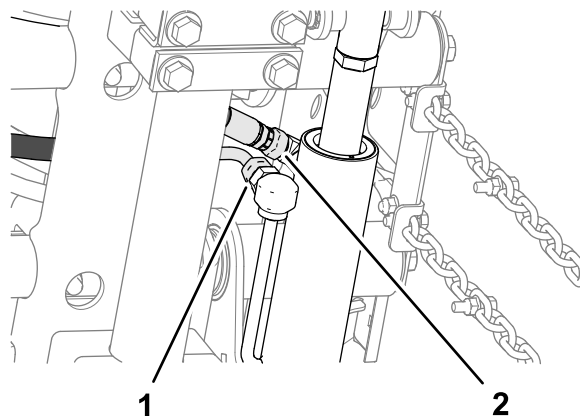

Figure 16
- Placez une rondelle entre la plaque du bâti porteur et la plaque de montage (Figure 16), et fixez légèrement les plaques et l'entretoise avec un boulon de carrosserie ($\frac{3}{8}$ " x $1\frac{1}{4}$ "), une rondelle et un contre-écrou à embase ($\frac{3}{8}$ ").